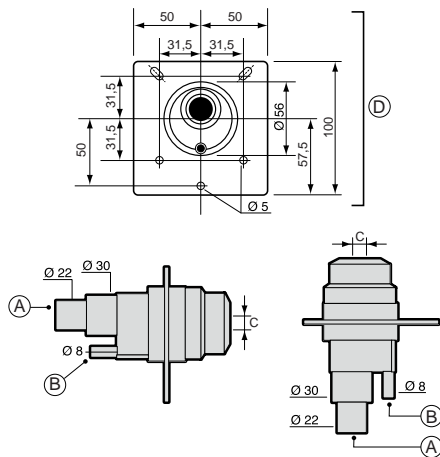

Fig. 3.a
**Instructions pour le montage (voir Fig.3.a):**